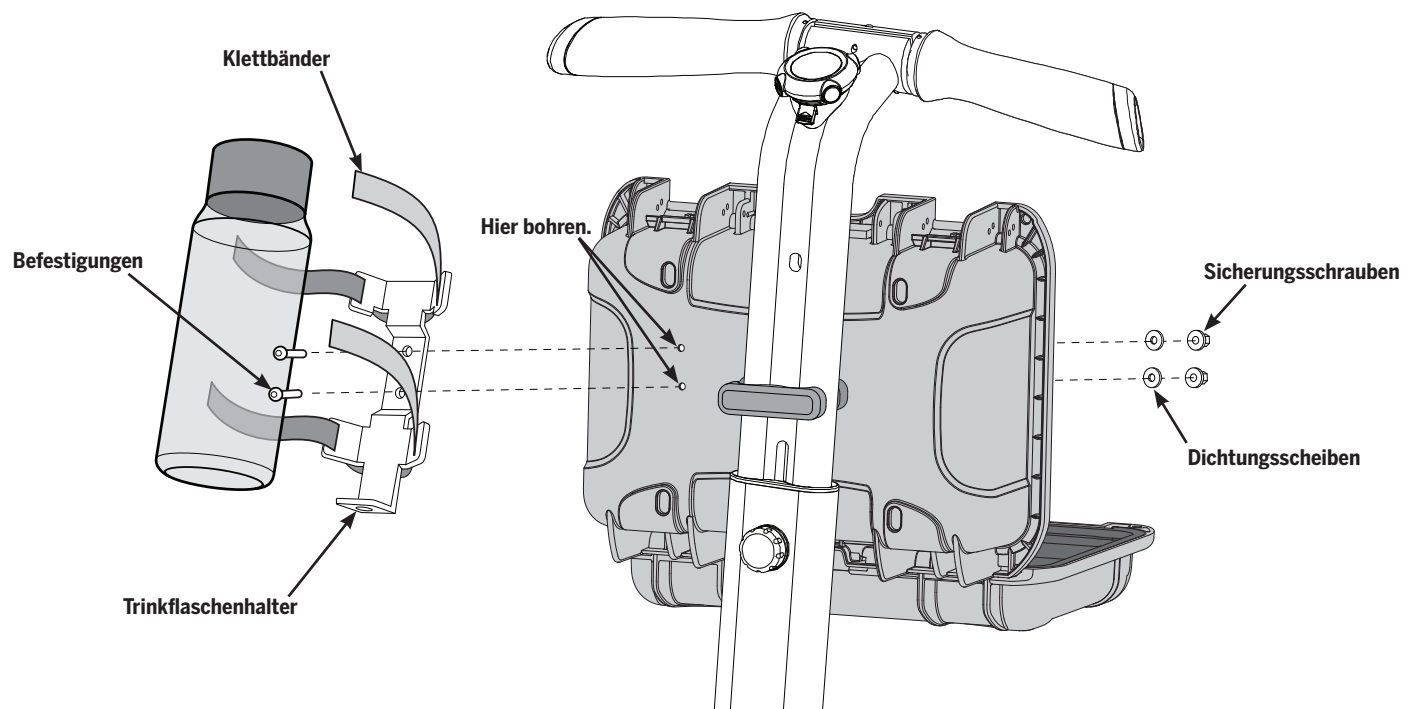

Abbildung 21. Montage der Universal-Trinkflaschenhalterung
3. Montieren Sie den Trinkflaschenhalter mithilfe der 16-mm-Befestigungen, zwei Dichtungsscheiben und zwei Sicherungsmuttern wie in **Abbildung 21** gezeigt am Gehäuse. Ziehen Sie die Befestigungen mit einem Anzugsmoment von **6,0 Nm (4,4 ft-lbf)** fest.